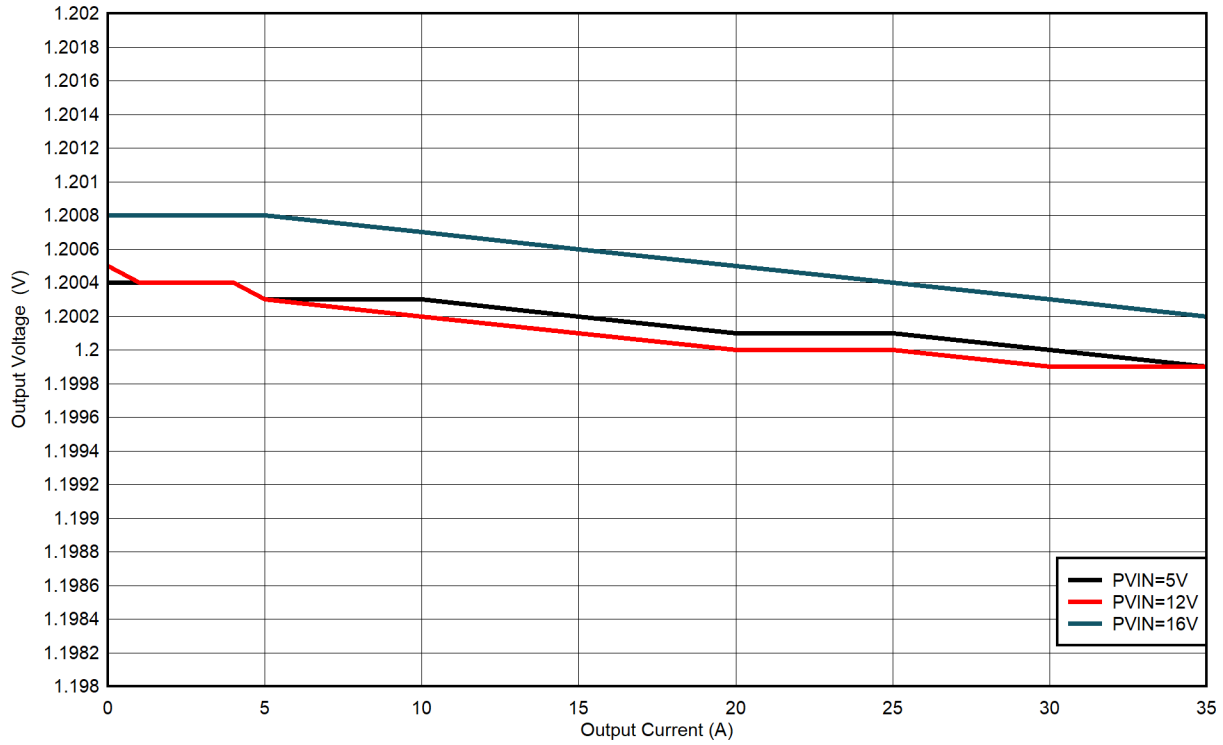

图 4-2. VOUT 负载调整率
5. 将负载从 0A 更改为 $35A_{DC}$ 。 V_{OUT} 必须保持在图 4-2 中规定的范围内。